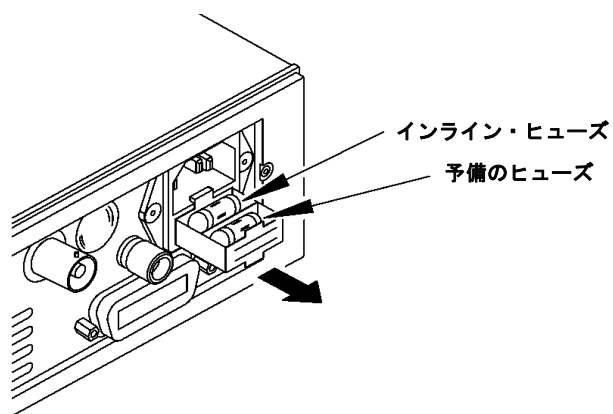

図 8-4 ヒューズの交換
- 2 リア・パネルからヒューズ・ホルダ・アセンブリを取り出します (図 8-4 を参照)。
- 3 図 8-4 のように、適切なヒューズを「インライン」位置に設置します (予備のヒューズをヒューズ・ホルダ・アセンブリに収容することができます)。